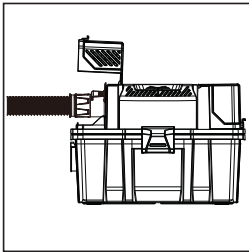

FIG. 7
- Introduzca un extremo de la manguera en el orificio de soplado. **(Fig. 7)**